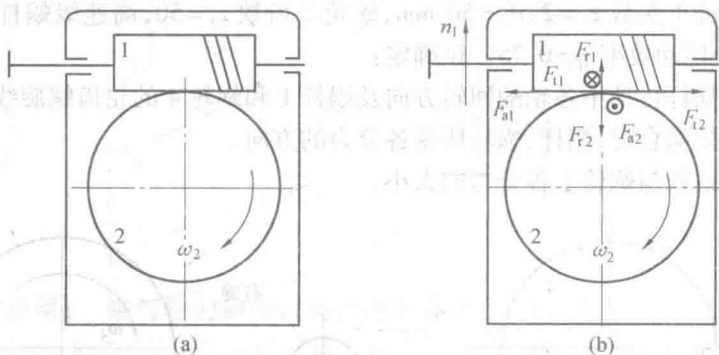

图 5.4
【例 5.10】 有一闭式普通圆柱蜗杆传动如图 5.4(a) 所示。已知模数 $m = 8 \text{ mm}$, 蜗杆分度圆直径 $d_1 = 80 \text{ mm}$, 蜗杆头数 $z_1 = 4$, 蜗轮齿数 $z_2 = 46$, 蜗轮轴转矩 $T_2 = 1.63 \times 10^6 \text{ N} \cdot \text{mm}$, 蜗杆转速 $n_1 = 1460 \text{ r/min}$, 蜗杆与蜗轮间的当量摩擦系数 $f' = 0.03$, 每日两班制工作, 每年按 250 个工作日计算。试求:
(1) 蜗杆的转向, 蜗轮轮齿的旋向和作用在蜗杆及蜗轮上诸力的大小和方向 (各用 3 个方向的分力表示)。
(2) 该传动的啮合效率及总效率。
(3) 该传动 3 年中功率损耗的费用 (工业用电按每千瓦时 1 元计算)。
【解】 (1) 蜗杆转向如图 5.4(b) 所示。因为蜗杆为右旋, 故蜗轮轮齿亦为右旋。
(2) 求蜗杆传动的啮合效率和总效率。
各力的方向示于图 5.4(b) 中。